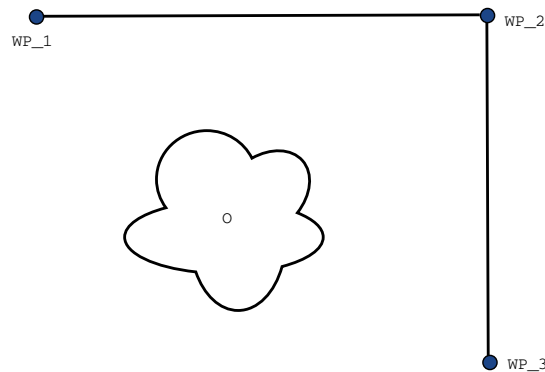

Figura 15.2: WP_1: posizione iniziale, WP_2: punto intermedio, WP_3: posizione di pick-up, O: ostacolo.
Esempio Prendere in considerazione come esempio un'applicazione di presa e posizionamento (vedere figura 15.2) in cui il robot si trova al momento nel punto percorso 1 (WP_1) e deve prelevare un oggetto nel punto percorso 3 (WP_3). Per evitare collisioni con oggetti o altri ostacoli (O), il robot deve avvicinarsi a WP_3 nella direzione proveniente dal punto percorso 2 (WP_2). Pertanto, vengono introdotti tre punti percorso per creare un percorso in grado di soddisfare i requisiti.